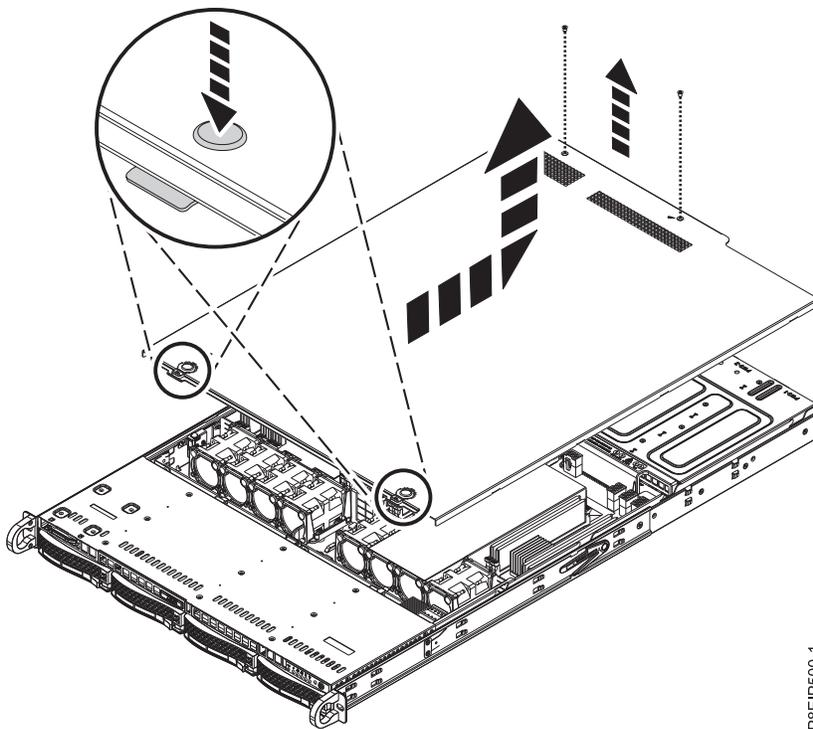

Figura 82. Liberando e abrindo a tampa
2. Remova os dois parafusos da tampa (1) da parte traseira da tampa.
3. Pressione os dois botões na tampa superior (2) para liberar as travas, conforme mostrado na Figura 82, e empurre a tampa de volta cerca de 0,5 pol. (1 cm) até que ela pare. Se os botões não forem pressionados para baixo facilmente, remova parcialmente as unidades diretamente sob os botões.